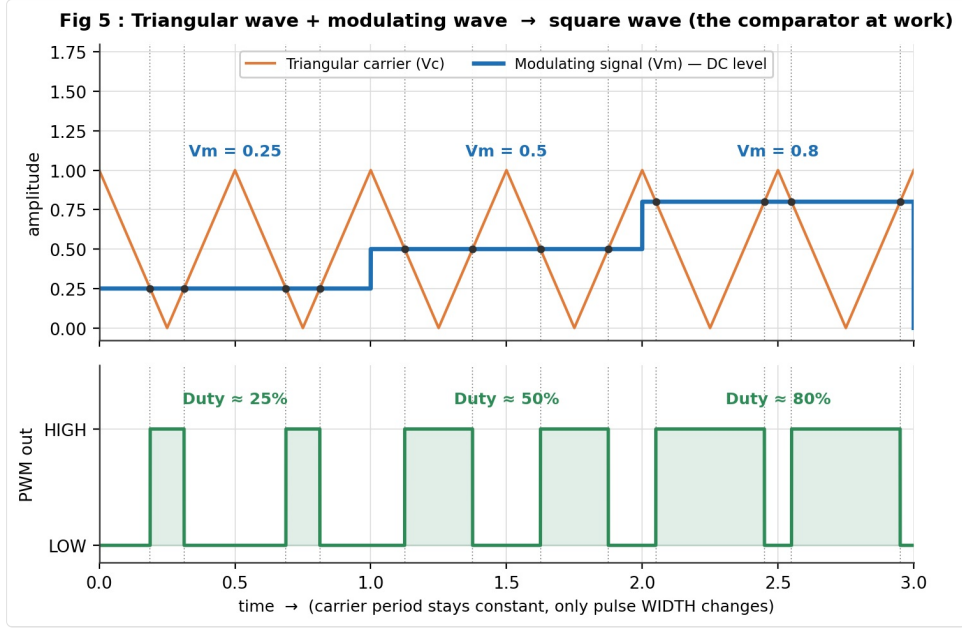

Fig 5 — উপরের অংশে ত্রিভুজাকার ক্যারিয়ার (কমলা) ও মডুলেটিং লেভেল (নীল); নিচের অংশে তার ফলে তৈরি হওয়া স্কয়ার ওয়েভ (সবুজ)।
- ৬। ★ ত্রিভুজাকার তরঙ্গ + মডুলেটিং তরঙ্গ → স্কয়ার ওয়েভ (Fig 5)